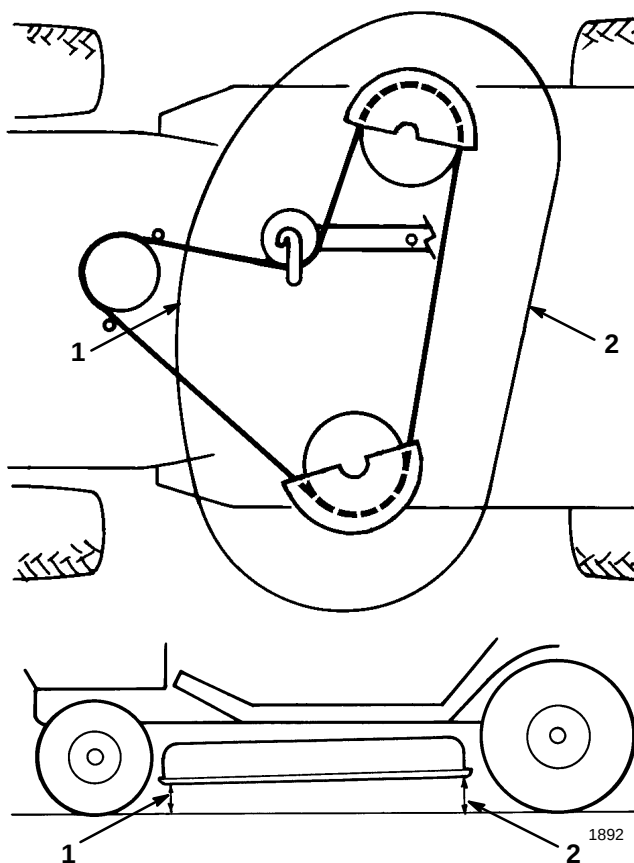

Figure 52
6. Contrôler l'inclinaison avant/arrière en mesurant la hauteur du bas du plateau de coupe (au centre, à l'avant et à l'arrière) par rapport au sol plat (Fig. 52). Si l'avant n'est pas 3,5 à 10,5 mm (1/8–3/8") plus bas que l'arrière, un réglage est nécessaire.